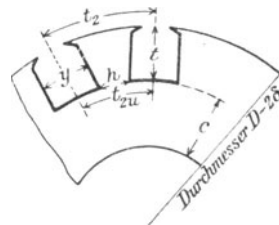

Fig. 174.
b) Rotor. Ist  $t_2$  die Nutenteilung an der Oberfläche des Rotors, dessen Durchmesser also  $D - 2 \delta$  ist (Fig. 174), so ist bei  $k_2$  Nuten